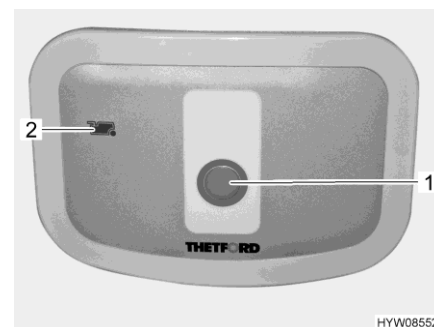

Fig. 167 Bouton pour la chasse d'eau/voyant de contrôle (toilettes Thetford)
- Pour actionner la chasse d'eau, appuyer sur le bouton bleu (Fig. 167,1).
Le voyant de contrôle (Fig. 167,2) s'allume lorsque le réservoir pour matières fécales doit être vidé.